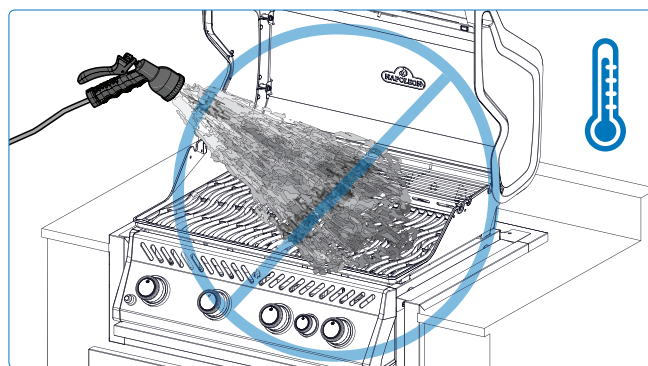

Рис. 17
1. Никогда не используйте воду для тушения пламени или контроля вспышек (**Рис. 17**)